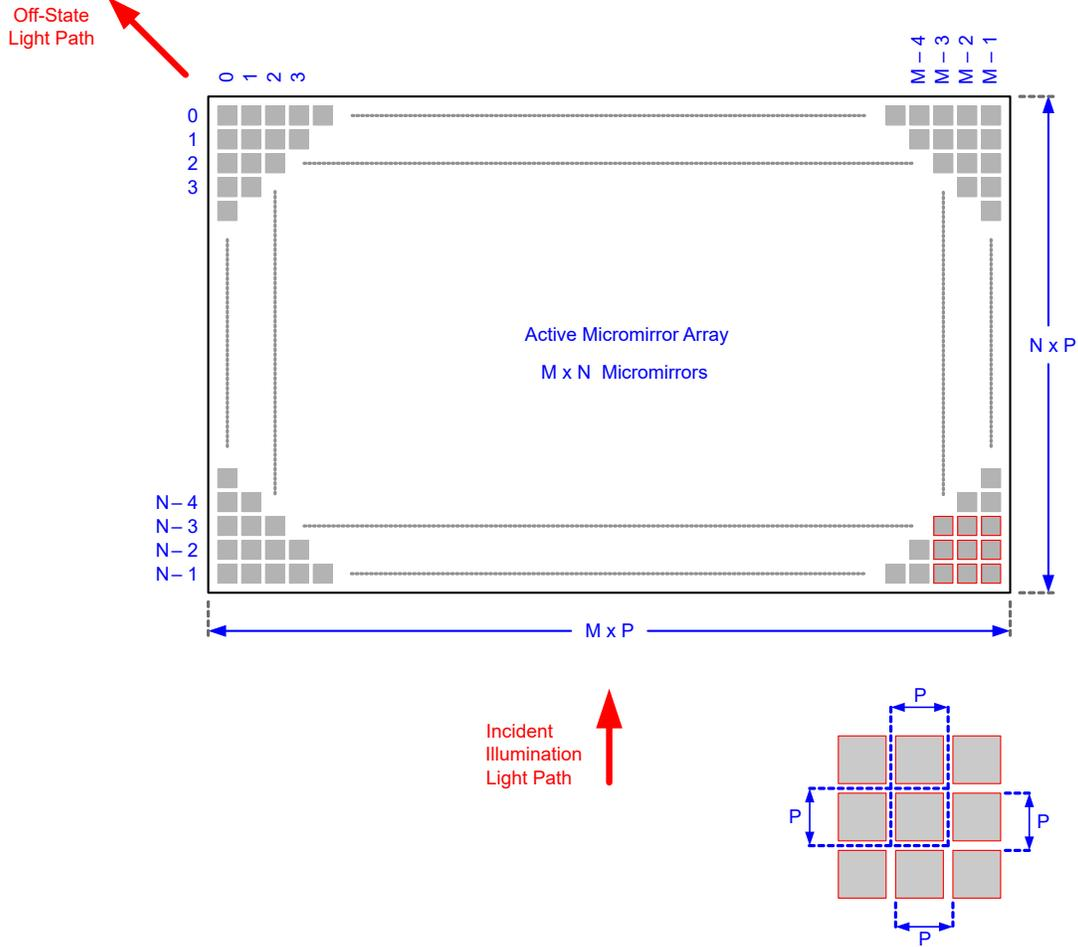

図 5-15. マイクロミラー アレイの物理特性
(1) 図 5-15 を参照してください。
(2) アクティブ アレイの周囲にある境界の構造と品質には、マイクロミラーの池 (POM) と呼ばれる、部分的に機能するマイクロミラーのバンドが含まれています。これらのマイクロミラーは構造的および/または電気的に、明るい状態またはオン状態へ傾けることを防止しますが、オフ状態へ傾けるには電氣的バイアスが必要です。